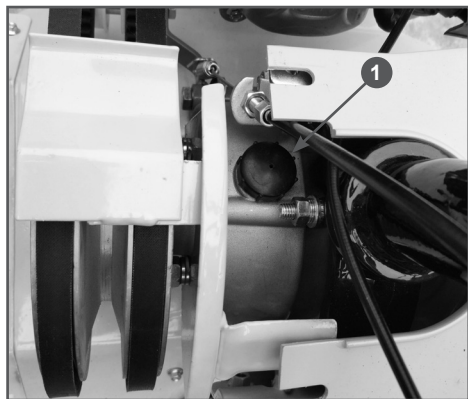
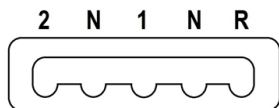

Рис. 11 Пробка маслозаливного отверстия коробки передач
Рис. 15 Положения рычага переключения передач
3. Переведите рычаг переключения передач в положение «R» (Задний ход) (Рис. 15) и открутите пробку 1 маслозаливного отверстия. Пробка находится в верхней части корпуса коробки передач слева от стойки рукояток управления (Рис. 11).
Мотокультиватор BC8813 имеет три скорости движения: две вперед, одна назад. Положения рычага переключения передач мотокультиватора показаны на Рис.15.